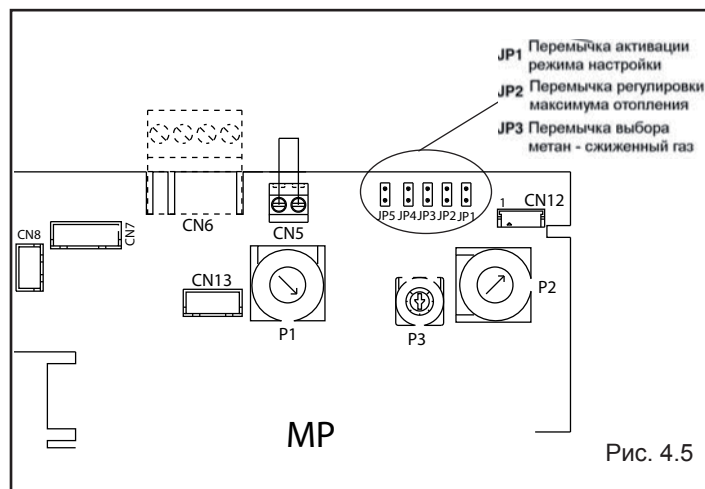

Рис. 4.5
- Установите переключку JP1 (рис. 4.5), при этом ручки, расположенные на панели управления, начнут выполнять функции регулирования минимума и максимума для режима отопления;
- Установите переключку JP2 (рис. 4.5)
- На плате управления (рис. 4.5):